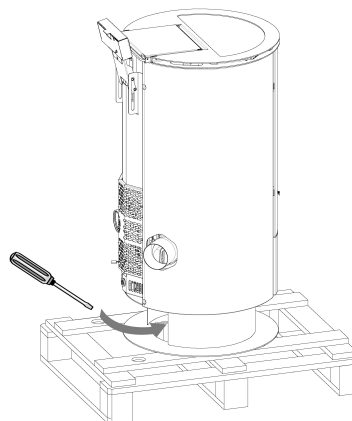

Fig. 2 - Verwijdering van de schroeven (model Flute)
- Voor het model **FLUTE**: verwijder de schroeven die de kachel verankeren aan de pallet, in het voetstuk (zie **Fig. 2**).